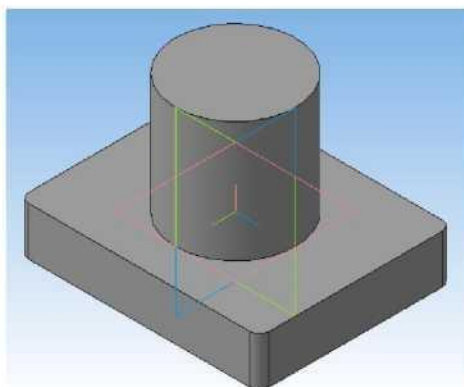

Рис. 4
9. Затем операцией **Выдавливание**  достраиваем окружность до цилиндра, задав **Обратное направление**  и **расстояние - 50 мм.** (рис.4)